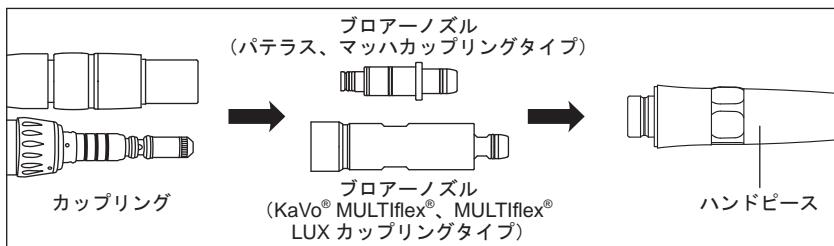

図 15
- 4) 付属のプロアーノズルをカップリングジョイントに取り付け、ハンドピースの後部ヘプロアーノズルを接続しエアのみで空運転します（図 15）。これによりハンドピース内に残留したパウダーが排出されます。